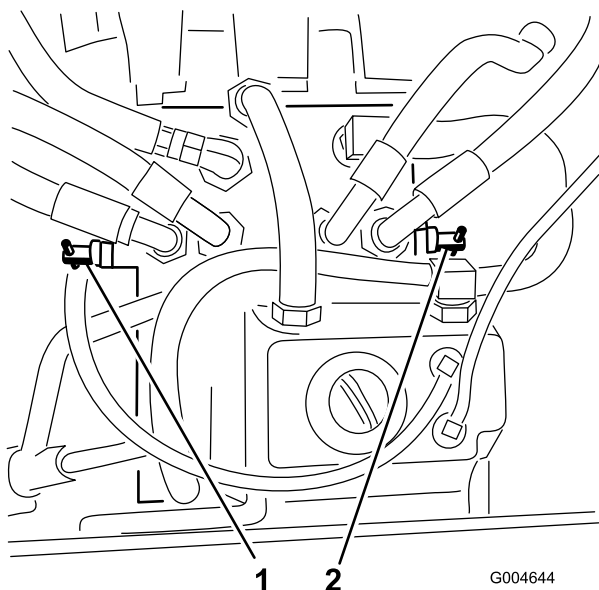

図 35
3. 各バイパス・バルブを左回りに1回転させる(図 35)。
各バイパス・バルブを右回りに1回転させ、手で普通に締めてください（締め付けトルクで約  $8 \text{ N}\cdot\text{m}$  ( $0.8 \text{ kg}\cdot\text{m}$ )）（図 35）。